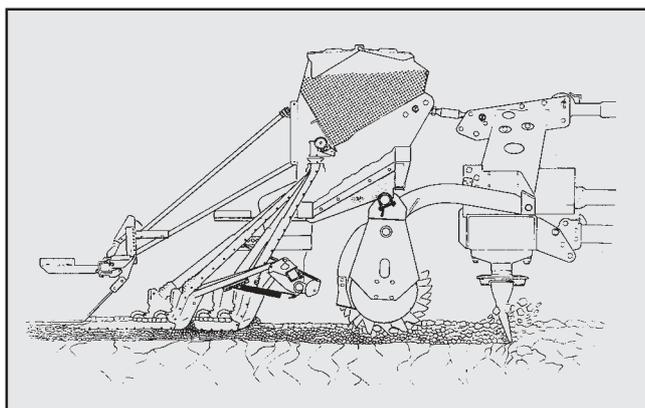

Рис. 5
- **ротационный культиватор АМАЦОНЕ с насадной рядовой сеялкой с анкерными сошниками** (рис. 5) на всех грунтах (даже очень глинистых или каменистых) с или без подготовительных работ при помощи тяжелого культиватора или плуга, при отсутствии или с небольшим количеством органической массы на поверхности.